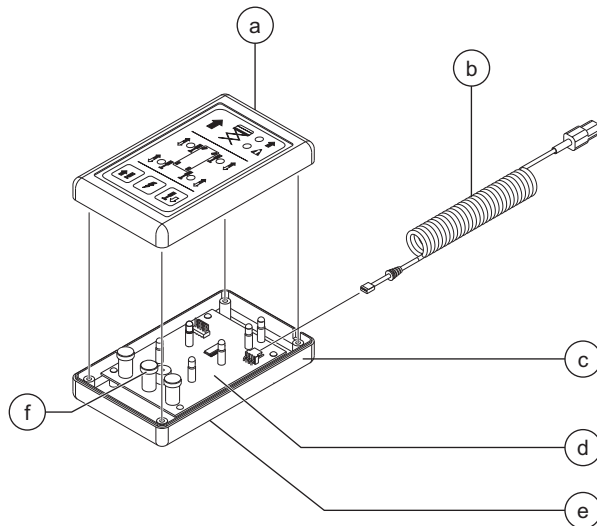

Ilustración 2
- 6 Retire cuidadosamente la tapa superior del panel de control y deposítela a un lado. Ver ilustración 2.
- 7 Localice la placa de circuitos montada en la tapa inferior del panel de control de los estabilizadores y retire los tapones de botón. Ver ilustración 2.